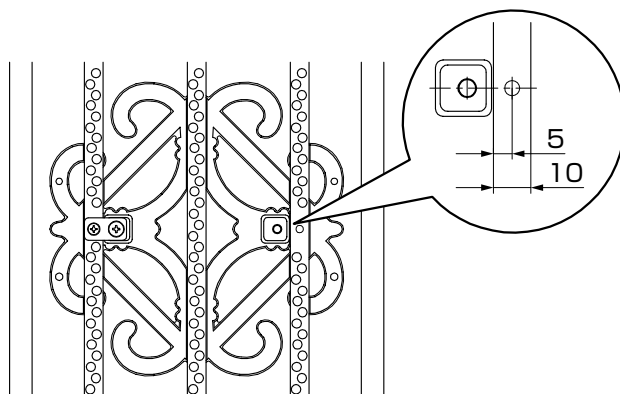

図4-2 M4タップ孔加工位置
- ①袖パネルにM4タップ加工を行なってください。(図4-2参照)
- ②袖パネルに取付金具Aを【1-4】で取付けてください。
- ③袖パネルに本体の裏側の溝を合わせて【1-3】で固定してください。